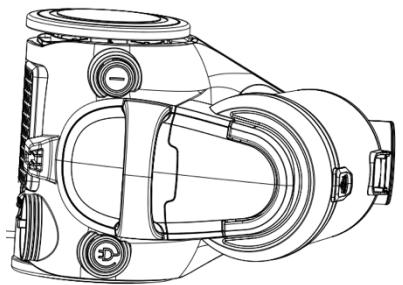

Fig.6
1. Come in Fig.6, tenere il contenitore polvere e la maniglia e premere il pulsante di rilascio.